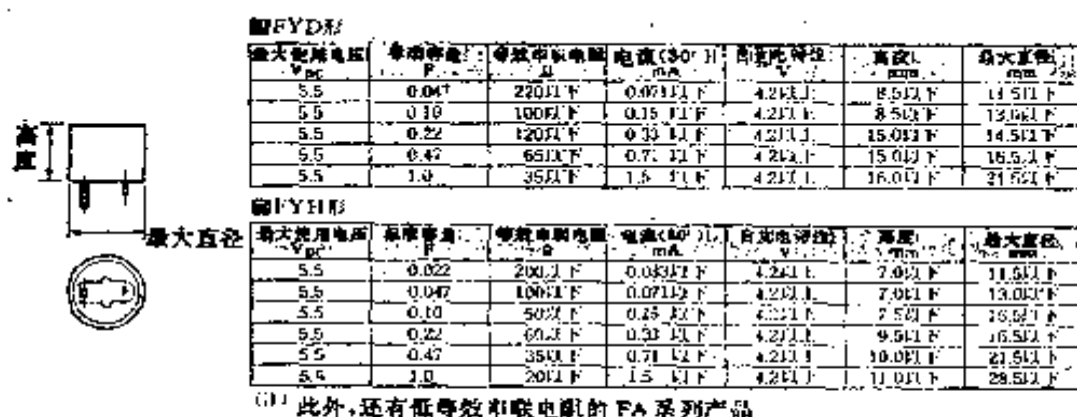

图4-10 双电层电容器规格(日本电气公司)
- ⑤ 晶振电路: 使用石英晶体确定其振荡频率的振荡电路,频率特性较好。石英表就利用了这种电路。
- ⑥ A/D变换: 指将模拟信号变换成为数字信号。其逆过程叫做D/A变换。
- ⑦ V/F变换: 指将电压变换为频率。
- ⑧ 叠层电容器: 采取将绝缘膜与电极相互交替重叠结构的电容器。这种电容器能实现小型、大容量化。
⑥·其他电容器：作为不属于上述分类范围之中的电容器，还有使用纸为介质的纸介电容器、云母为介质的云母电容器、采用双电层原理的双电层电容器^①等。特别是双电层电容器，它的容量能够达到1F以上，所以作为存贮后备^②。近年来，使用量得到迅速扩大。图4-10给出了日本电气公司出品的双电层电容器的规格，以供参考。